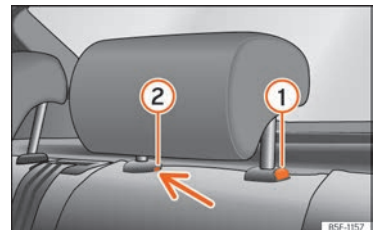

Abb. 78 Kopfstütze hinten: Ausbau.
- Drücken Sie die Taste »» (Abb. 78) ① sowie gleichzeitig mit einem Schlitzschraubendreher (Breite max. 5 mm) in die Öffnung der Verriegelung ② und ziehen Sie die Kopfstütze heraus.